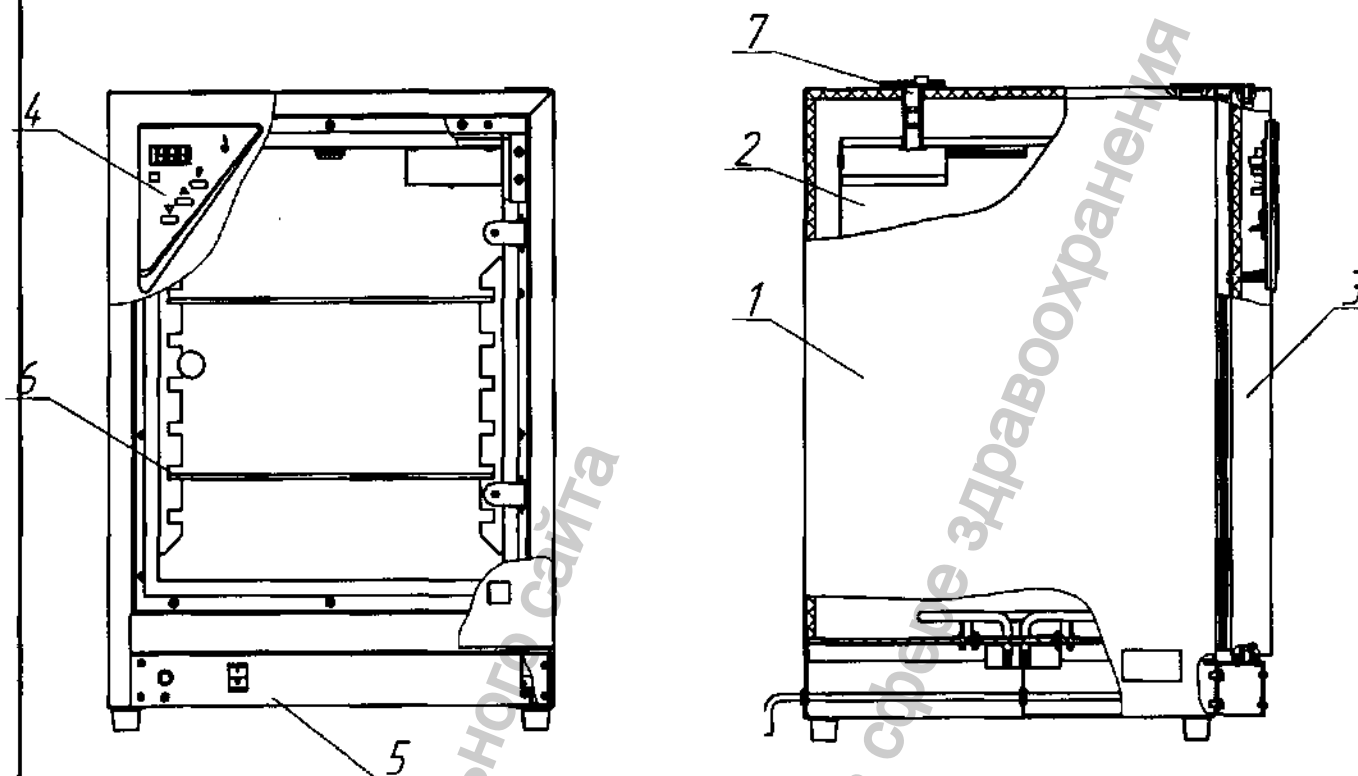

Рисунок. 1 Термостат сувоздушный лабораторный ТСвЛ-80
1.4.1. Внешний вид термостата приведен на рис.1.
Для отвода влаги из камеры необходимо открыть клапан (поз.7 рис.1).